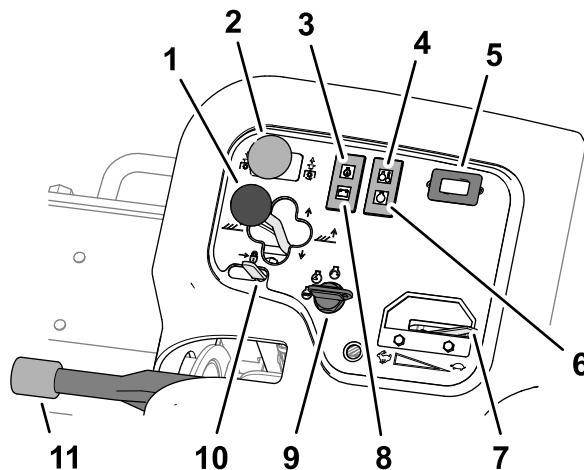

図 43
- カuttingユニットを地表面まで降下させるには、シフトレバーを前に倒して降下位置にします 図 43。